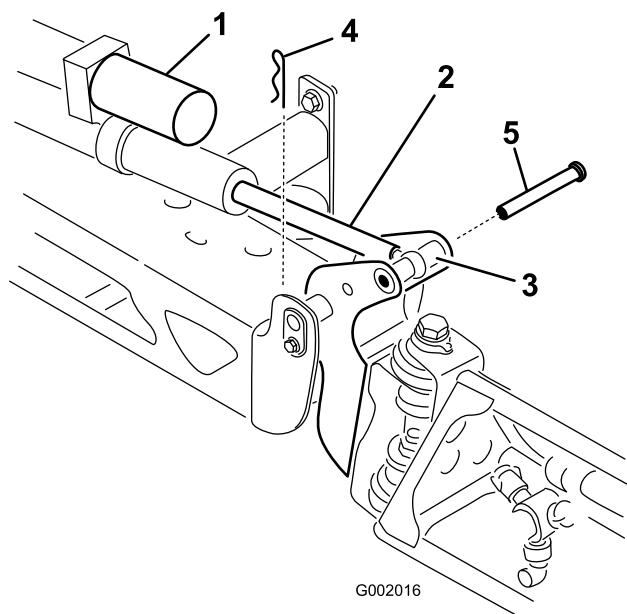

Figura 45
2. Retire o contrapino do pino de articulação (Figura 45).
3. Levante a rampa e retire o pino (Figura 45). Faça descer lentamente a rampa até ao solo.